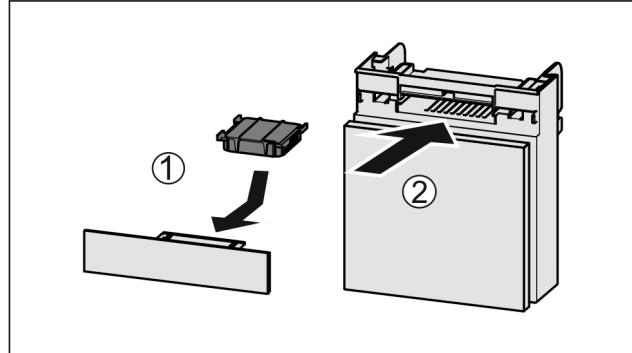

Fig. 149
- Vložte aktívny uhlíkový filter podľa obrázka Fig. 149 (1).
► Zasuňte zásuvku Fig. 149 (2).